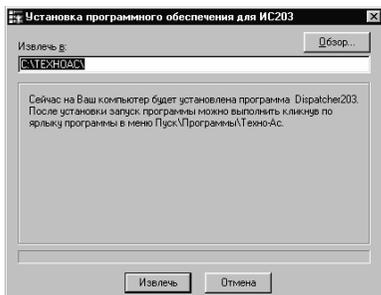

Рис.3
3.3 Для установки программы нужно нажать кнопку “Загрузить” или 2 раза щелкнуть левой кнопкой мыши по строке с названием программы. После запуска программы установки появится окно, пока занное на рис. 3.